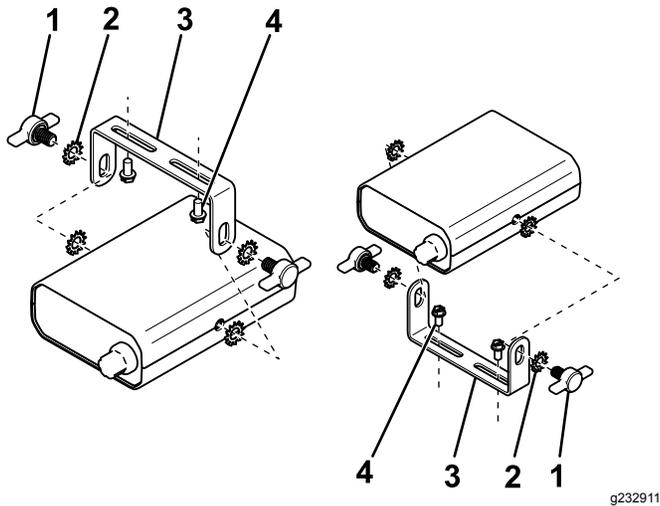

Bild 5
1. Bringen Sie den Haltebügel mit zwei Blechschrauben am Fahrzeug an (Bild 5).
2. Befestigen Sie das Steuergerät mit vier Zahnscheiben und zwei Rändelschrauben an der Befestigungshalterung (Bild 5).